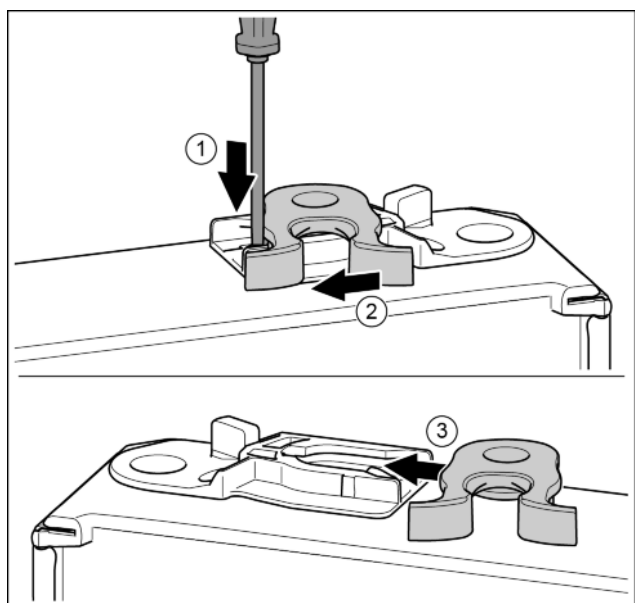

Fig. 17*
- ▶ Нажать накладку шлицевой отверткой вниз.* Fig. 17 (1)
- ▶ Запорный крючок вывести из направляющей.* Fig. 17 (2)
- ▶ Запорный крючок вставить в направляющую с другой стороны.* *Fig. 17 (3)*